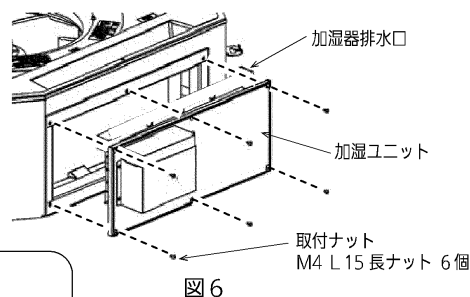

図6
5. 室内ユニット側面の角穴に、向きに注意しながら加湿ユニットを挿入します。このとき加湿器排水口が室内ユニット本体のドレンパンに入っていることを必ず確認してください。(図6、7)
6. 付属品の取付ナットで加湿ユニットをしっかりと固定してください。(図6)